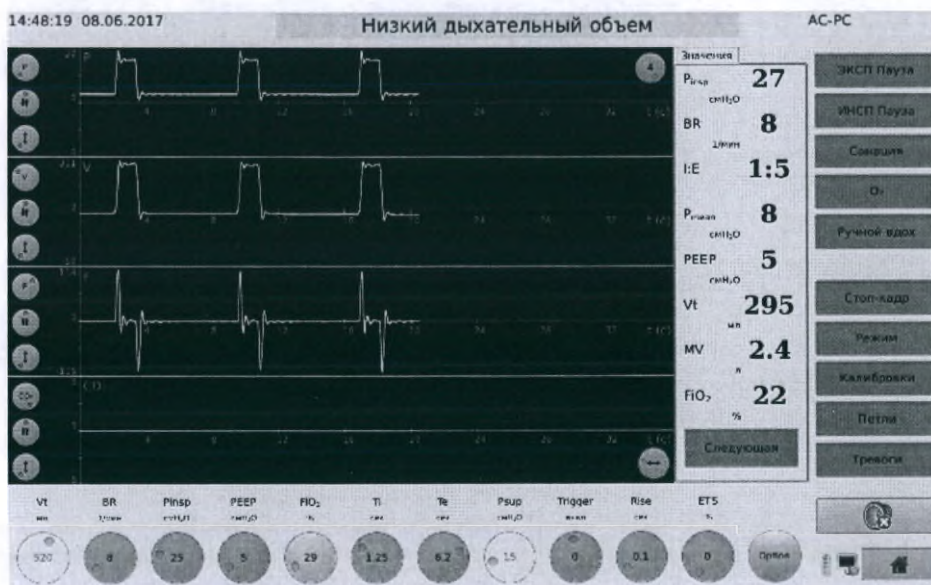

Рисунок 5-5. Выбор параметра
4. Для изменения предустановленных величин, нажмите на параметр, при этом круг станет желтым и установите энкодером требуемую величину (рисунок 5-5). Зафиксируйте установку повторным нажатием на параметр. Желтый цвет при этом сменится синим.